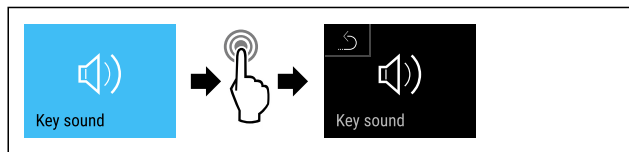

Fig. 113
- Handlungsschritte (siehe Fig. 113) durchführen.